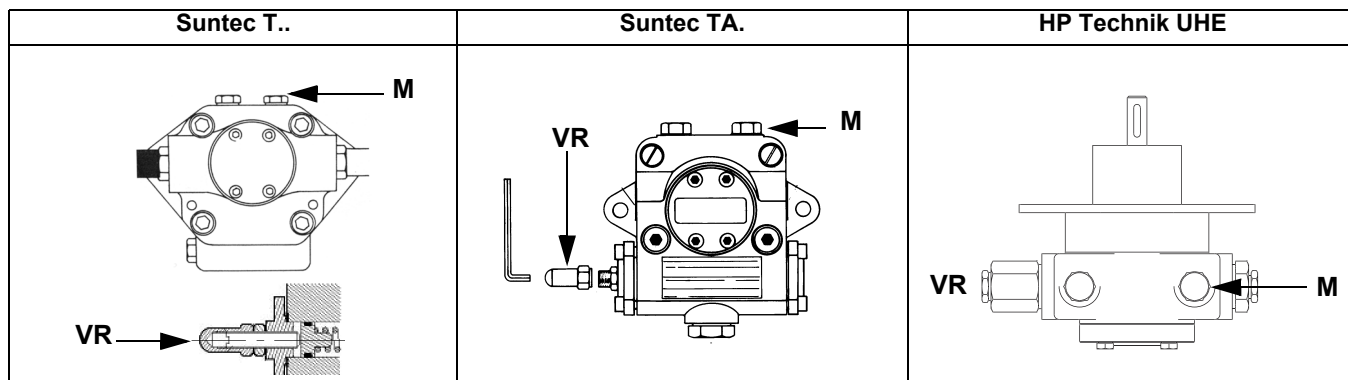
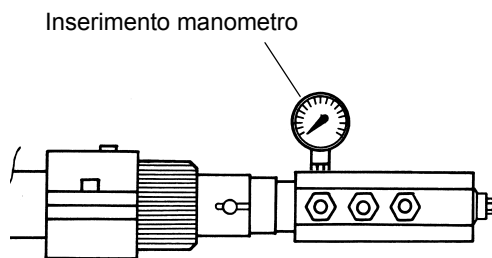

Fig. 12
Fig. 13
- 3 sfiatare l'aria dall'attacco (**M**) manometro della pompa (Fig. 12), allentando leggermente il tappo, senza toglierlo; quindi rilasciare il contattore.
- 5 Solo se necessario, regolare la pressione di alimentazione (vedi relativo paragrafo) nel modo seguente: inserire un manometro nella posizione indicata in Fig. 13 agire sulla vite di regolazione **VR** della pompa (vedi Fig. 12) fino ad ottenere una pressione all'ugello pari a 20 bar (ugelli Monarch o ugelli Bergonzo - vedere grafici a pag. 41);